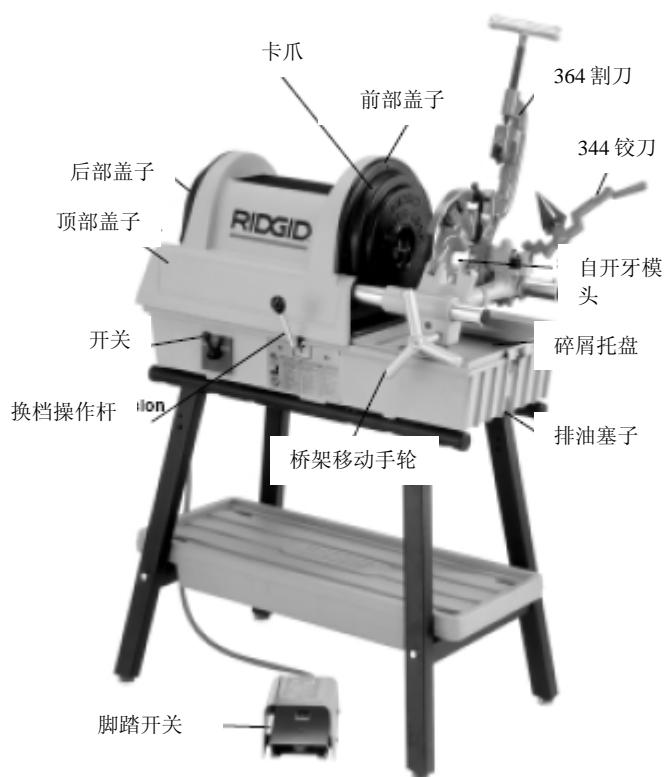

图7 — 1822-I 型套丝机
1. 确认机器插头已拔出插座，并且开关置于关闭状态（见图7）。
4. 检查脚踏开关已连接（见图7）。